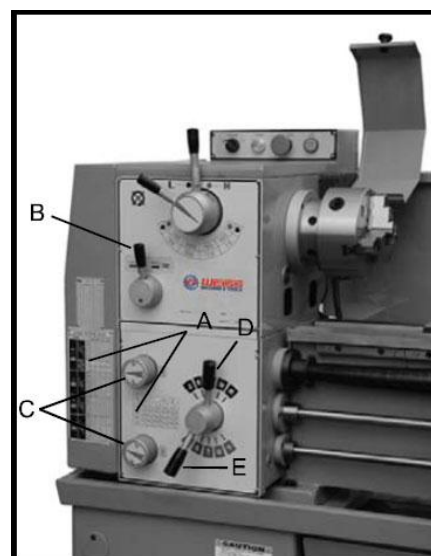

Рис. 19
1. Сверяйтесь с таблицами подачи и резьбы (А, Рис. 19), находящимися на лицевой части коробки подачи и кожухе гитары.
2. Перемещайте рычаги (В, С, D и Е, Рис. 19)
Примечание: зубчатые колеса 32Т x 85Т x 100Т устанавливаются на гитаре станка при сборке на заводе-изготовителе. Такое сочетание будет охватывать большой диапазон подач. Зубчатые колеса с 35, 42, 44, 48, 55 и 120/127 зубьями, имеющиеся в инструментальном ящике, используются в соответствии с указаниями в таблицах подачи и резьбы. (А. Рис. 19)